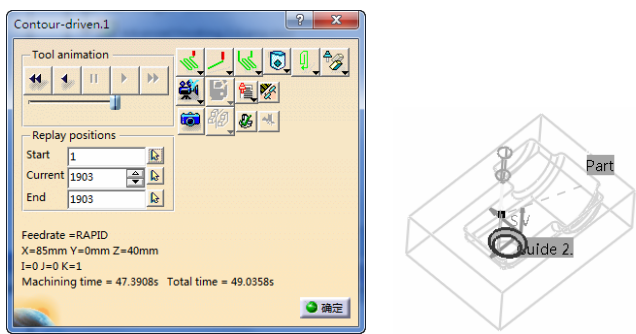
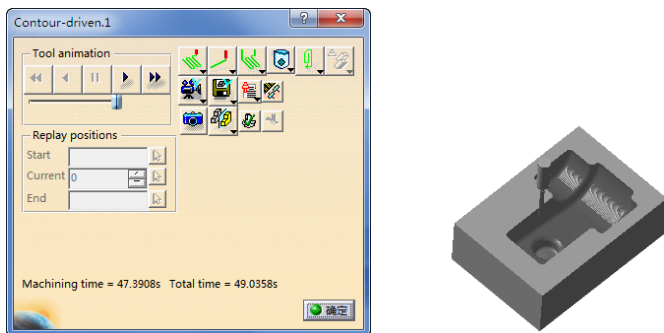

图 3-169 刀具路径轨迹（10）
图 3-170 实体切削仿真（10）
- 单击“Contour driven.1”对话框（2）中的 Tool Path Replay 按钮，弹出“Contour driven.1”对话框，同时在图形区显示刀具路径轨迹（10），如图 3-169 所示。
- 单击图 3-169 所示对话框中的 View from last result 按钮，然后单击 Forward replay 按钮，显示实体切削仿真（10），如图 3-170 所示。